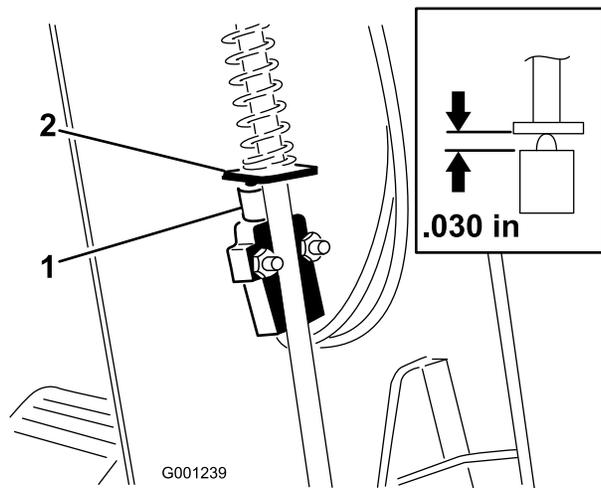

Figura 73
3. Mueva la cubierta por la columna de dirección para dejar expuesto el soporte del pivote (Figura 73).
5. Alinee el tope de la varilla del freno de estacionamiento con el émbolo del interruptor (Figura 73).
6. Presione hacia abajo la varilla del freno de estacionamiento y empuje hacia arriba el interruptor hasta que la longitud comprimida del émbolo del interruptor sea de 0,7 mm; consulte la Figura 73.